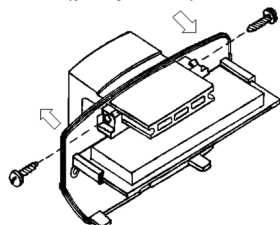

Рисунок 3
2. Снимите основание корпуса с кронштейна, предварительно ослабив винты, крепящие кронштейн к основанию (рисунок 3).
4. Установите основание с печатной платой на кронштейн на таком расстоянии от стены, чтобы карнизы не загромождали зону обнаружения. Фиксация положения основания на кронштейне осуществляется с помощью винтов (рисунок 3).